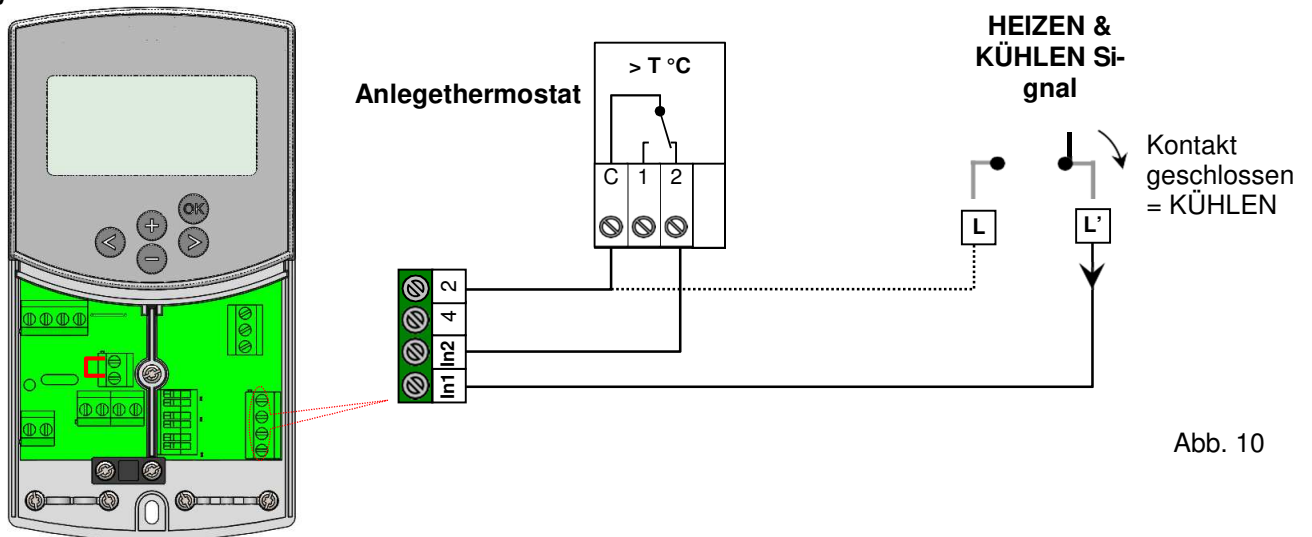

Abb. 10
Der Eingang In1 kann mit einem externen Umschaltsignal Heizen/Kühlen belegt werden. Dieses Signal kann beispielsweise von einer reversiblen Wärmepumpe bereitgestellt werden. (➔ **Abb. 10**)
2) Dieser Eingang kann aber auch für eine Warmwasser Vorrangschaltung verwendet werden. In diesem Fall wird die Heizkreis Pumpe abgeschaltet, um den Speicherinhalt für die Warmwasserbereitung verfügbar zu halten. (➔ **Abb. 10**)
Der Eingang In2 kann mit einem externen Umschaltsignal Heizen/Kühlen belegt werden. Dieses Signal kann beispielsweise von einer reversiblen Wärmepumpe bereitgestellt werden. (➔ **Abb. 10**)
Der Eingang In2 kann mit einem Tauchthermostat belegt werden, welcher direkt in einen Speicher gesteckt werden sollte. Im Heizmodus schaltet der Thermostat die Pumpe1 ab, sofern der Speicher kein warmes Wasser enthält. Dadurch wird die Umwälzung von kaltem Wasser in die Heizkreise vermieden. (➔ **Abb. 10**)